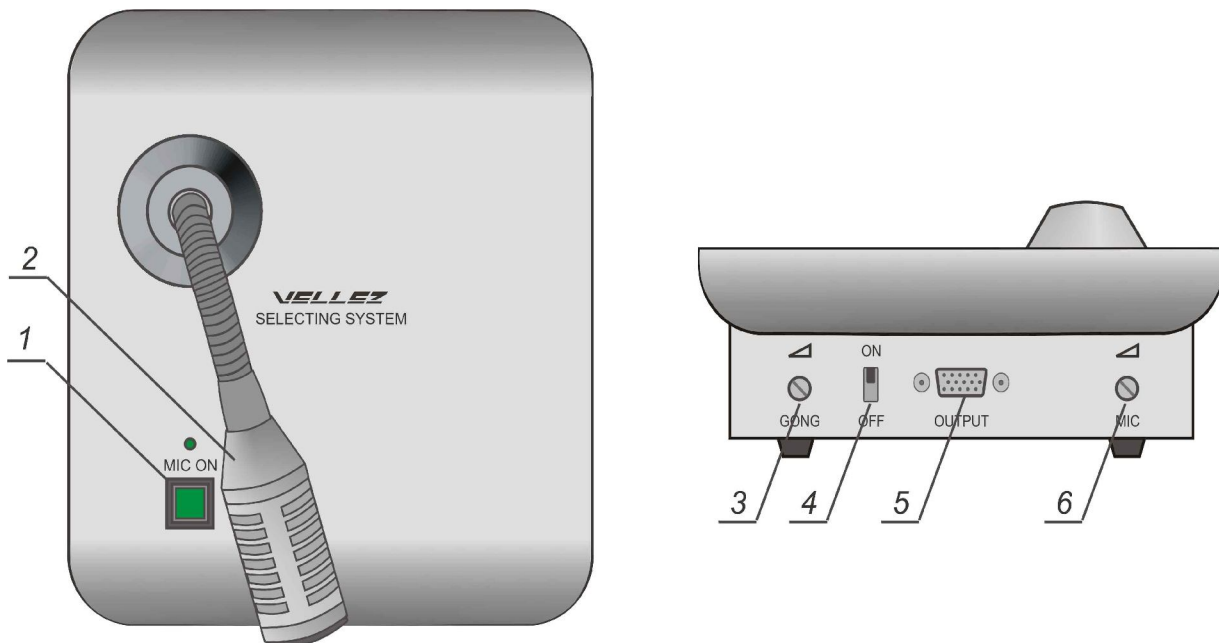

Рисунок 6
8.5 Размещение органов управления на пульте микрофонном ПМ-01 приведено на рис. 6.